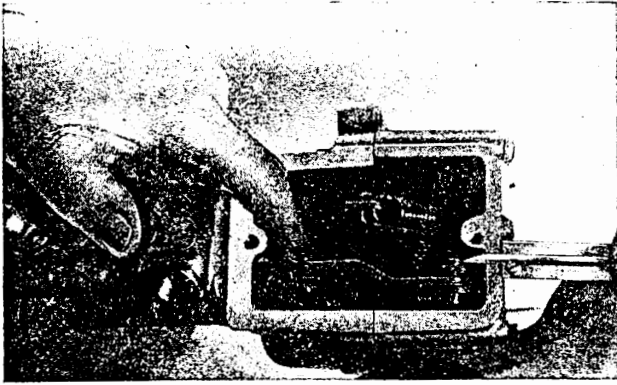

Bild M 172. Regelhebel 0,5 mm vordrücken und Stift einschieben
- b) Regelstange in Stoppstellung zurückziehen und danach den Regelhebel 0,5 mm zum Einschleiben des Bolzens vordrücken. Dabei wird die Gelenkgabel so verdreht, daß der Bolzen leicht einzuschieben geht (Bild M 172).